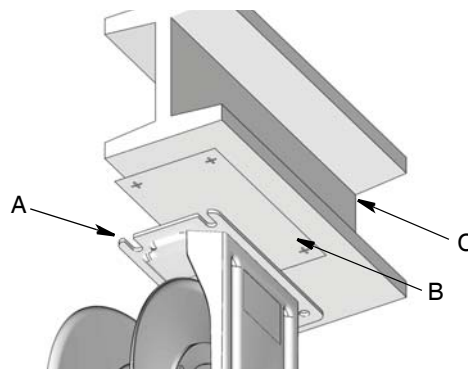

ABB. 9
2. Die Befestigungsschablone (ABB. 9 - B) verwenden, um die Position der Befestigungslöcher vor dem Bohren darzulegen.
3. Befestigungslöcher in den Doppel-T-Träger (C) bohren (ABB. 9).